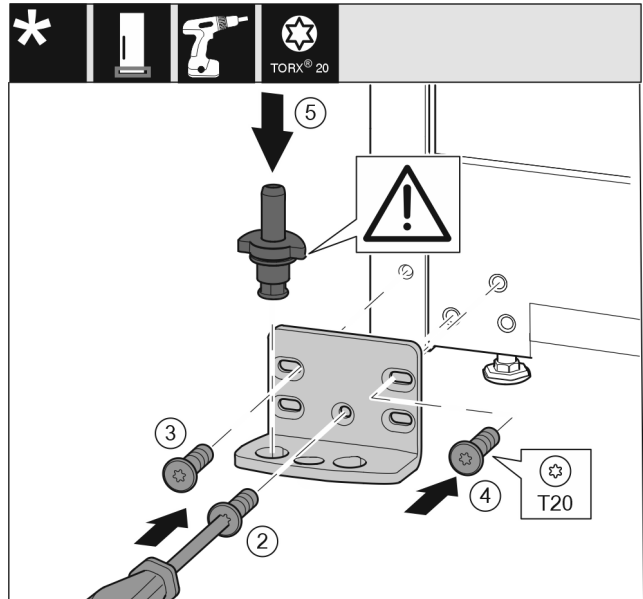

Fig. 18
- ▶ Poser le support de palier de l'autre côté et le visser à l'aide d'un tournevis T20. Commencer par la vis 2 en bas au milieu. *Fig. 18 (2)*
- ▶ Visser les vis 3 et 4. *Fig. 18 (3,4)*
- ▶ Mettre en place l'axe de palier complet. Veiller à ce que l'ergot d'enclenchement soit orienté en arrière. *Fig. 18 (5)*